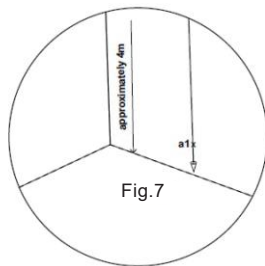

Fig.7
2. Une fois le fil à plomb stabilisé, marquez le point a1 sur le mur derrière le fil à plomb, près du cône à plomb (voir figure 7).